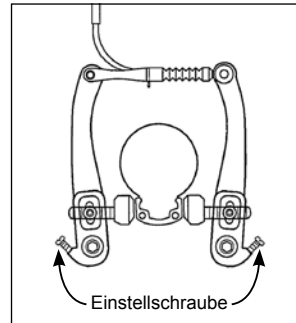

Abb. 3 (Abb. ähnlich)
2. Lösen Sie anschließend den Bremszug an der Bremse mit einem 5-mm-Innen-Sechskant-Schlüssel (Abb. 3).